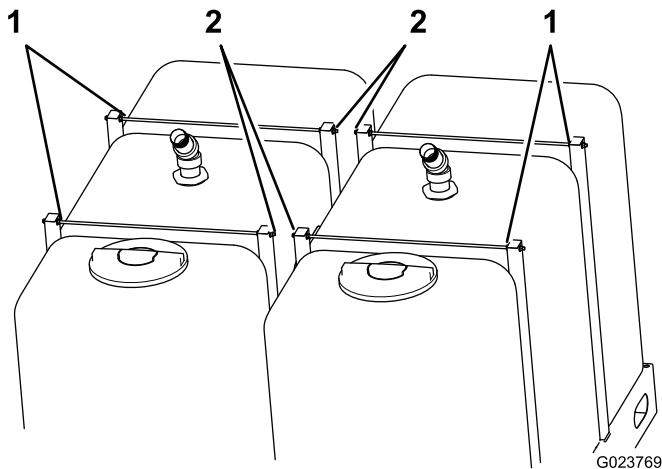

Рисунок 5
1. Отверните самую ближнюю к центру гайку (Рисунок 5) на каждом из четырех опорных штырей.